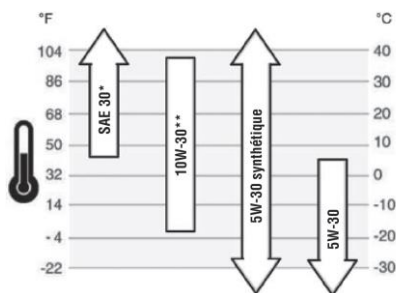

fig. 12
- L'huile SAE 15W-40 est recommandée pour un usage général à toutes les températures. D'autres viscosités figurant dans le tableau peuvent être utilisées lorsque la température moyenne dans votre région est dans la plage indiquée (fig. 12).